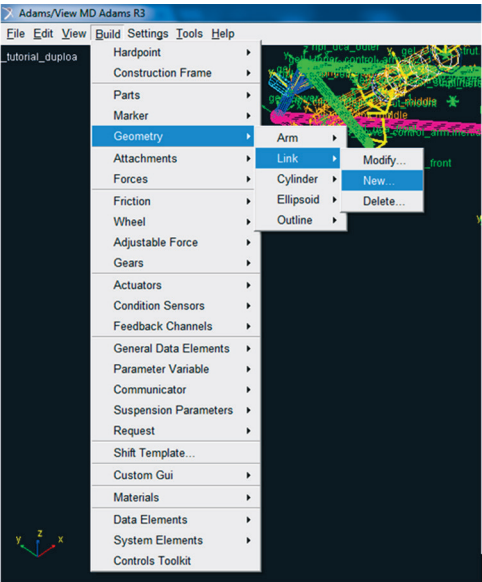

Figura 5.99 – Janela correspondente à criação da geometria referente *General Part* “Tierod”.
- Para criação do *Link* referente ao braço de direção, acesse o menu *Build* → *Geometry* → *Link* → *New* (Figura 5.99).